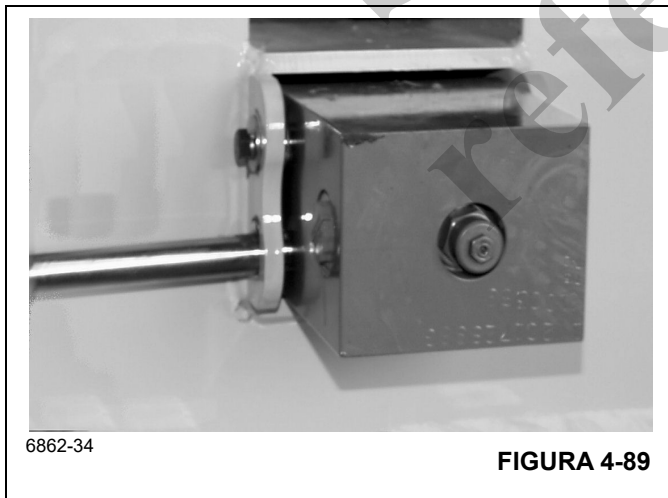

FIGURA 4-89
- 8. Inserte dos pasadores en el extremo de varilla del cilindro telescópico. Asegure los dos extremos de cada pasador con una arandela plana, arandela de seguridad y perno (Figura 4-89).